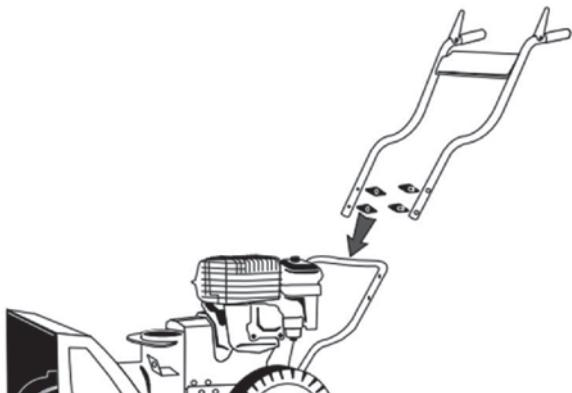

Рис. 4
3. Установите верхнюю часть рукоятки, совместив её с нижней частью, и зафиксируйте с помощью болтов и гаек типа «барашек» (Рис. 4).